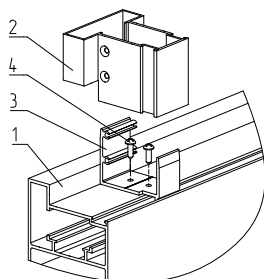

Рис. 63. Установка соединителей под вертикальный разделительный импост (столб)
- установка соединителей под вертикальный разделительный импост(столб) (рис. 63).